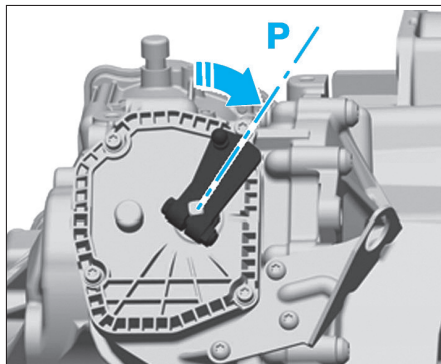

Fig. 2
- Amener le levier de l'arbre de commande sur la boîte de vitesses sur "P" (Fig.2).